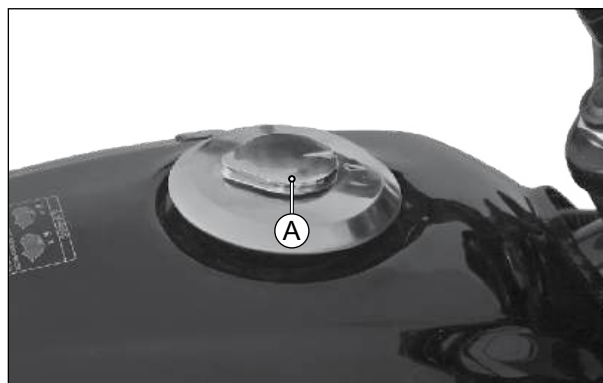

Fig. 1.36
- Gire a cobertura da fechadura (A), para acessar a fechadura da tampa do tanque de combustível. (Fig. 1.36)